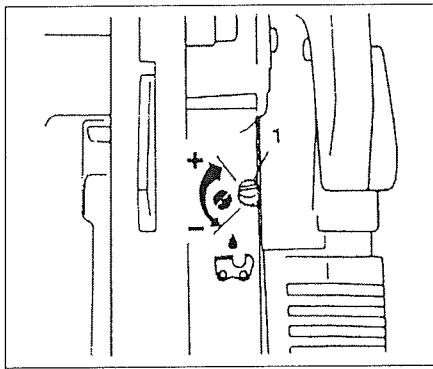

Fig.2-1C
Turn the adjusting screw (1) counterclockwise to decrease the quantity and turn it clockwise to increase the quantity. (Fig. 2-1C)
La quantità di olio per la catena scaricata attraverso il sistema di lubrificazione è stata regolata in fabbrica sul massimo. Regolare la quantità secondo le condizioni di impiego. Girare la vite di regolazione in senso antiorario per ridurre la quantità, e girarla in senso orario per aumentare la quantità. (Fig. 2-1C)
La cantidad de aceite para la cadena que se descarga a través del sistema de lubricación, es ajustada en la fábrica al máximo. La cantidad deberá ajustarse de acuerdo con las condiciones de operación. Para el ajuste, deberá girarse el tornillo (1) en el sentido contrario a las agujas del reloj para reducir el caudal de lubricación y en el sentido de las agujas del reloj para aumentar el caudal de lubricación. (Fig. 2-1C).
Pour diminuer la quantité d'huile faire tourner la vis de réglage du débit (1) dans le sens inverse des aiguilles d'une montre. La faire tourner dans le sens des aiguilles d'une montre pour augmenter la quantité d'huile (Fig. 2-1C).
Die Schmiermenge wurde werkseitig auf maximale Schmierung voreingestellt, kann jedoch in Übereinstimmung mit den jeweiligen Einsatzbedingungen reguliert werden. Zum Verringern der Schmiermenge wird die Regulierschraube (1) nach rechts gedreht und zum Anheben nach links. (Fig. 2-1C)
Den mängd olja som matas genom smörningssystemet har justerats på fabriken. Justera oljemängden efter arbetsförhållanden. Vrid justeringsskruven (1) moturs för att minska oljemängden och vrid den medurs för att öka oljemängden. (Fig. 2-1C)